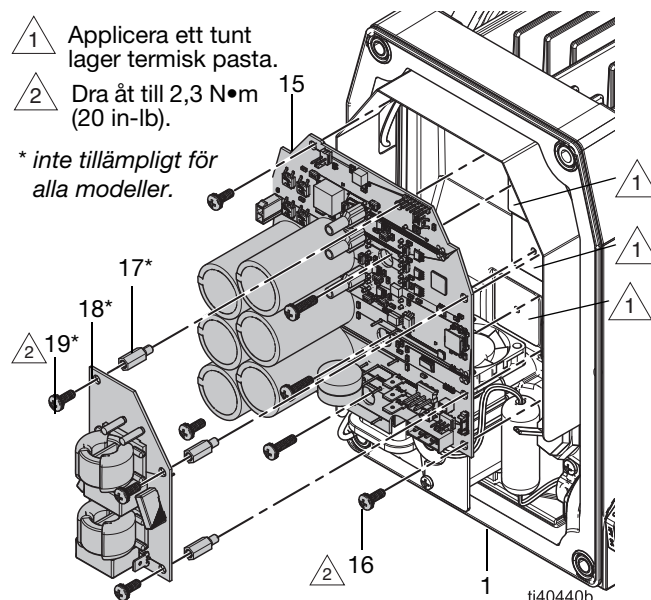

FIG. 16: Styrkort och filterkort
2. Om det behövs, applicera ett tunt lager termisk pasta där det anges i FIG. 16.
3. Håll ledningarna borta från statorhuset (1) och sätt in styrkortet (15) i statorhuset.
4. Håll styrkortet (15) på plats. Montera samtidigt styrkortets fästeanordningar (16). Dra åt till moment $2,3 \text{ N}\cdot\text{m}$ (20 tum/pund).
5. Om tillämpligt, installera distanser (17), filterkort (18) och fästeanordningar (19). Dra åt fästeanordningarna (19) ordentligt.
6. Om tillämpligt, anslut filterkortets (18) bruna strömkabel till L1 och den blå kabeln till L2 på kontrollkortet. Se **Elektriska kopplings-scheman**, sidan 44.
7. Anslut alla kablar till styrkortet (15) och filterkortet (18, om tillämpligt). Se **Elektriska kopplings-scheman**, sidan 44.